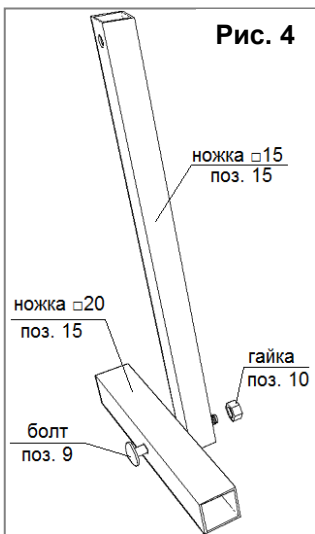

Рис. 4
2.1.1. Соберите Т-образные ножки для крепления теплицы в грунт как показано на рис. 4.